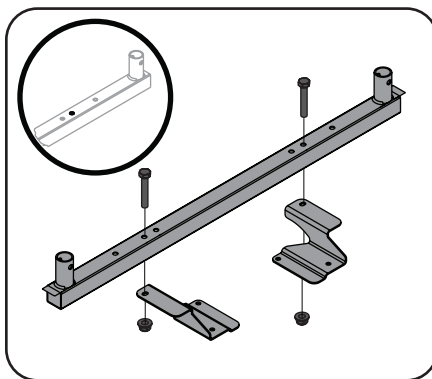

Figura 3-7
- Arme el Soporte (683-05347) y el Conjunto de Montaje (789-00425, 789-00424) utilizando 2 Tornillos Hexagonales de cabeza (710-3180) y 2 tuercas (712-04063) tal como se muestra en la Figura 3-7.